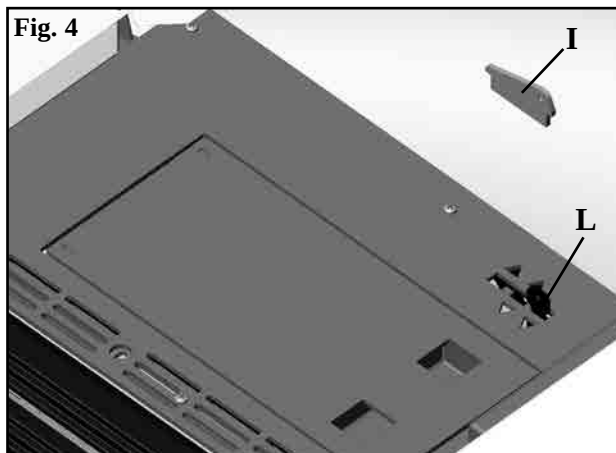

Fig. 4
La distribution de l'air chaud est réglable manuellement grâce au levier L accessible quand on soulève le couvercle en céramique (acier sur Kelly) supérieur gauche (fig. 4).
N.B. pour pouvoir actionner le levier de commande il faut enlever la plaquette de sécurité (I-fig.4).